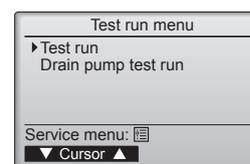

Fig. 7-2
- 2 Vælg "Test run" (testkørsel) fra Test run menu (testkørselsmenu), og tryk på knappen [VÆLG]. (Fig. 7-2)
### 7.3. Selvcheck (Fig. 7-2)